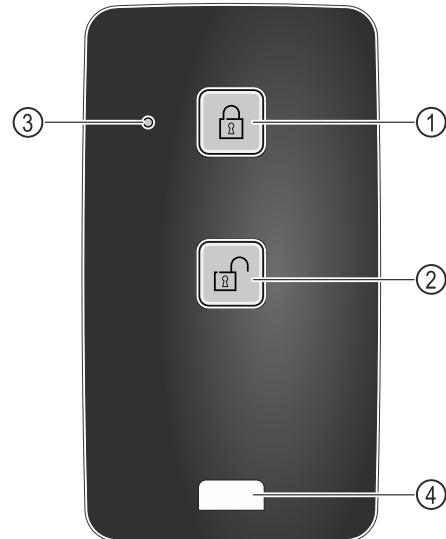

Fig. 147
- Paspauskite mygtuką Fig. 147 (1) ant nuotolinio valdymo pulto.
- Paspauskite mygtuką Fig. 147 (2) ant nuotolinio valdymo pulto.
- Paspaudus mygtuką, būsenos šviesos diodas Fig. 147 (3) duoda vaizdinį atsaką.
- Ašos Fig. 147 (4), skirtos tvirtinti nuotolinio valdymo pultą, pavyzdžiu, prie raktų ryšulio.